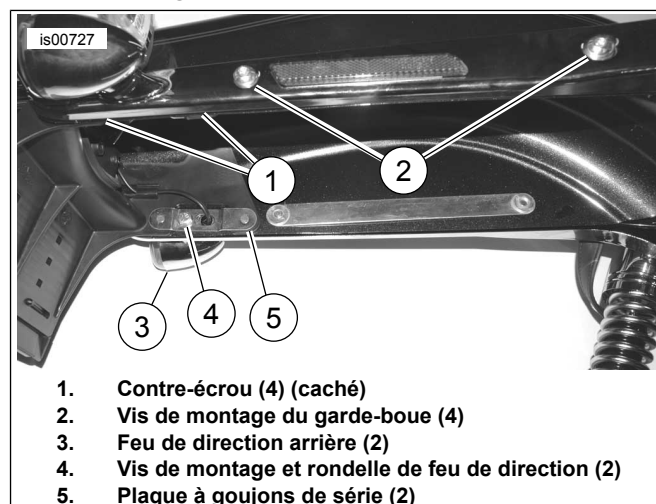

Figure 2. Support de plaque à goujons et de plaque d'immatriculation de série
7. Voir la Figure 2. Retirer la vis et la rondelle (4) de l'intérieur du garde-boue et retirer le feu de direction arrière (3). Jeter la vis et la rondelle. Répéter pour le côté opposé.
8. Voir la Figure 2. Desserrer les deux vis (2) pour avoir accès aux deux contre-écrous (1) cachés. Répéter pour le côté opposé.
9. Voir la Figure 2. Rechercher les quatre contre-écrous (1) cachés par les couvercles de jambe de garde-boue. Retirer les deux plaques à goujons (5), les quatre écrous (1) et le support de la plaque d'immatriculation. Conserver les écrous pour une installation ultérieure.
18. Acheminer le fil de feu de direction (4) à plat entre le support de plaque d'immatriculation et le garde-boue, vers l'arrière de la moto comme indiqué. Ne pas acheminer le fil de feu de direction sous la plaque à goujons arrière (1). Répéter pour le côté opposé.
19. Installer les quatre écrous (5) retirés à l'étape 9 sur les quatre goujons entre la jambe de garde-boue et le couvercle de jambe. Serrer à un couple de 5,4 N·m (48 in-lbs). Ne pas trop serrer les écrous.
20. Voir la Figure 2. Serrer les vis (2) à un couple de 25 N·m (18 ft-lbs). Répéter pour le côté opposé.